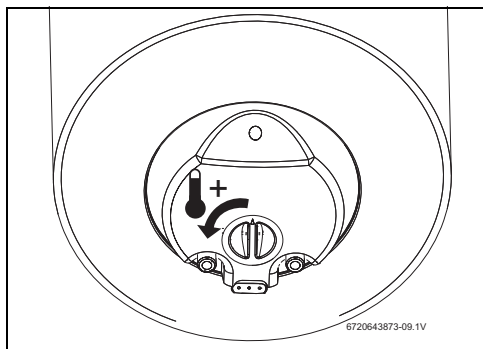

Fig. 10 Aumentar a temperatura
- Posicionar o termóstato na posição máxima de temperatura, rodar o selector de temperatura para a esquerda até ao batente (→ Fig. 10).